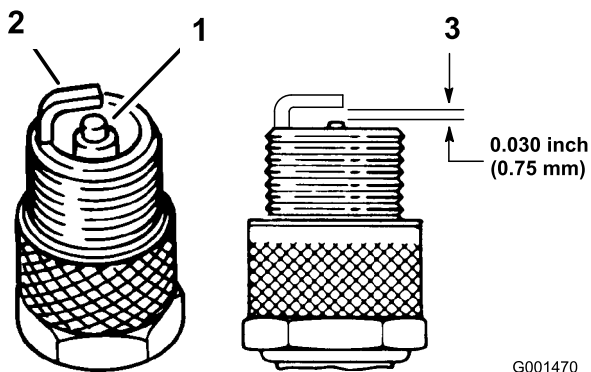

Bild 26
seitliche Elektrode (Bild 26), wenn der Abstand nicht stimmt.
3. Schließen Sie die Zündkerzenstecker an die Zündkerzen (Bild 26).
1. Sehen Sie sich die Mitte der Zündkerzen an (Bild 26). Wenn der Kerzenstein hellbraun oder grau ist, ist der Motor richtig eingestellt. Eine schwarze Schicht am Kerzenstein weist normalerweise auf einen schmutzigen Luftfilter hin.
3. Prüfen Sie den Abstand zwischen den mittleren und seitlichen Elektroden (Bild 26). Verbiegen Sie die